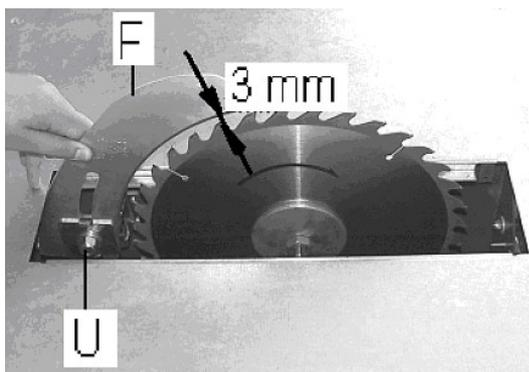

Abb. 18: Spaltkeil montieren
Der mitgelieferte Spaltkeil muss immer verwendet werden. Die Säge von der Stromquelle trennen und den Netzstecker ziehen! Den Spaltkeil (F, Abb. 18) mit Hilfe der Schraube (U) montieren.